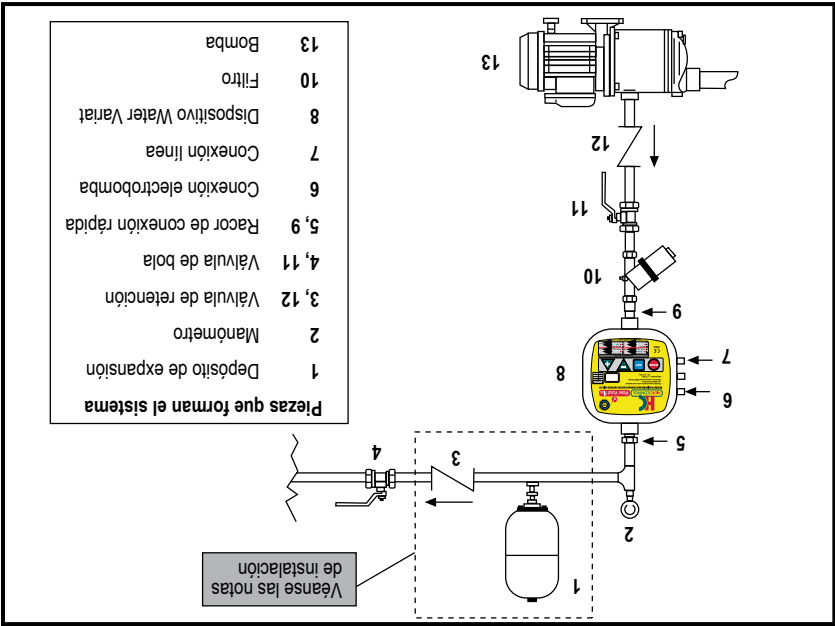

Figura 1: Esquema hidráulico
En todas las instalaciones donde se puedan crear golpes de ariete (por ejemplo: riego con corte imprevisible del caudal por las electroválvulas), se aconseja montar otra válvula de retención después del WATER VARIAT y un depósito de expansión entre la válvula de retención y el WATER VARIAT (véase la Figura 1 detalles n.º 1 y 3). La válvula, montada entre la bomba y el WATER VARIAT ya mencionada (12), sigue siendo necesaria.
Instale obligatoriamente una válvula de retención en la tubería entre la bomba y el WATER VARIAT, como se muestra en la Figura 1